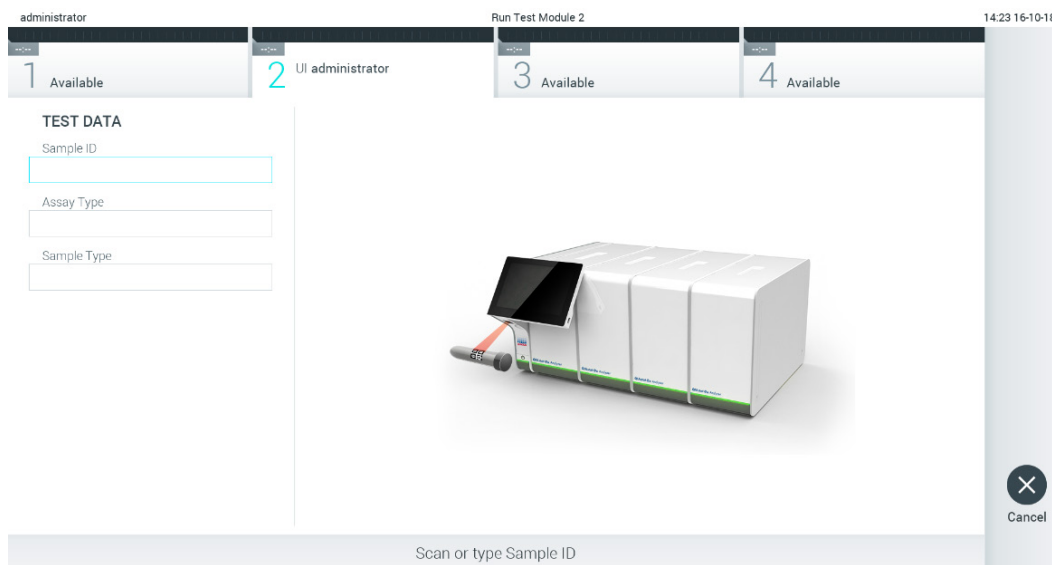

Figure 23. Lecture du code-barres de l'ID d'échantillon.
**Remarque :** Si le contrôle externe (EC) est activé et qu'un test EC doit être effectué, un rappel est affiché pour effectuer le test avec un échantillon EC. Consultez la section 8 pour plus de détails.
2. Lorsque vous y êtes invité, scannez le code-barres de l'ID d'échantillon avec le lecteur de code-barres intégré au module opérationnel (figure 23).